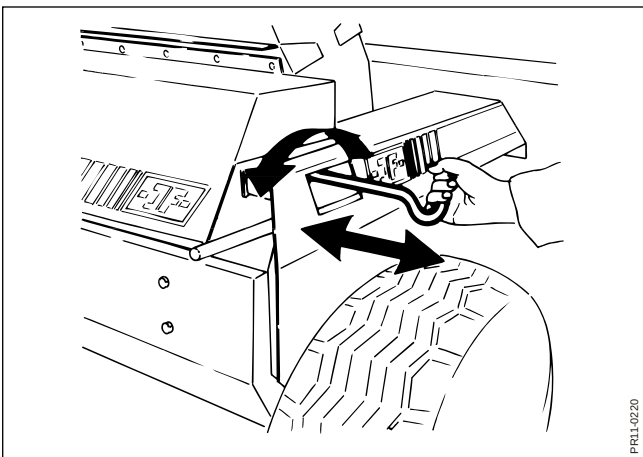

Fig. 4.14
- Fig. 4.14** 5. Start traktor, køр PTO lidt over tomgang